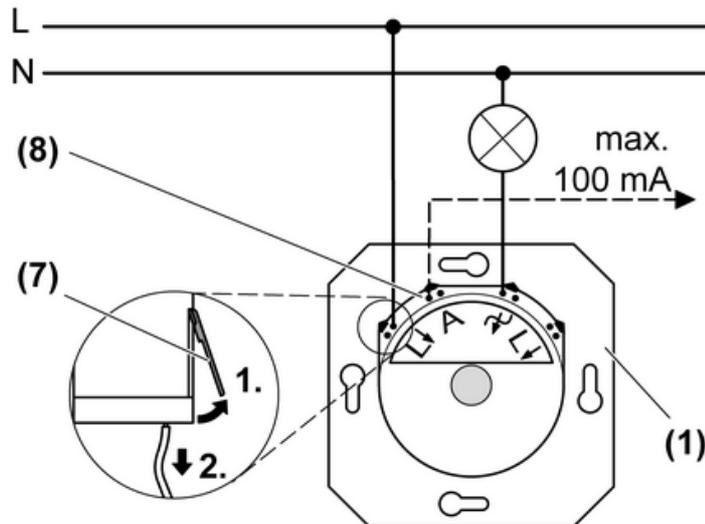

Bild 2: Anschlussplan
- (1) Dimmer
- (7) Anschlussleitung aus Steckklemme lösen
- (8) Steuerausgang **A**
- Dimmer gemäß Anschlussplan anschließen (Bild 2).